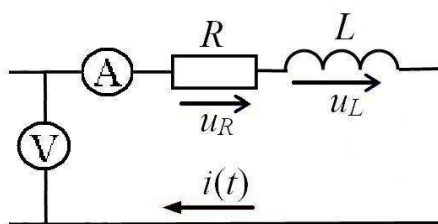

Рис.2.1
- 2.2. Собрать R-L цепь по схеме на рис. 2.1.